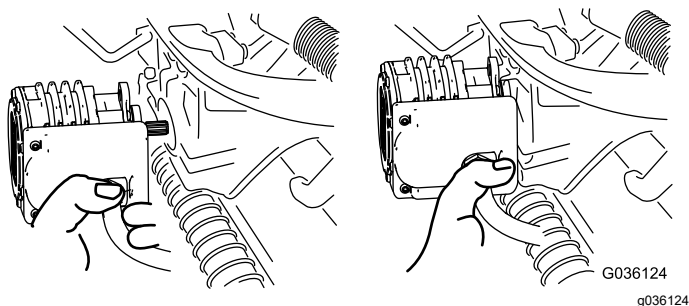

Figure 57
4. Transférez le moteur à la position de rangement sur l'avant du bras de suspension (Figure 57).